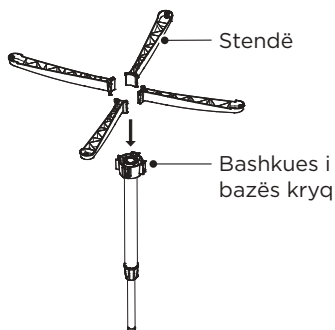

Fig.2
- 2** Futni 4 standat te bashkuesi në bazën kryq. Sigurohuni që standat të jenë të fiksuara mirë në bashkues. (Fig.2,3)